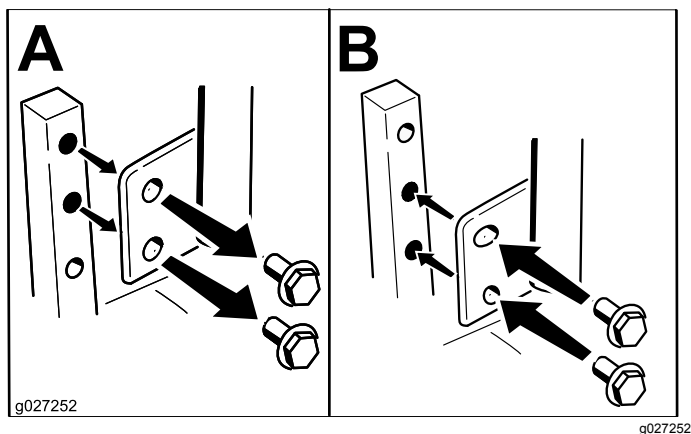

Figura 10
Potete regolare le leve di controllo del movimento più in alto o in basso al fine di ottenere il massimo comfort (Figura 10).
2. Allentate il bullone inferiore appena a sufficienza per ruotare la leva di controllo in avanti o all'indietro (Figura 10).